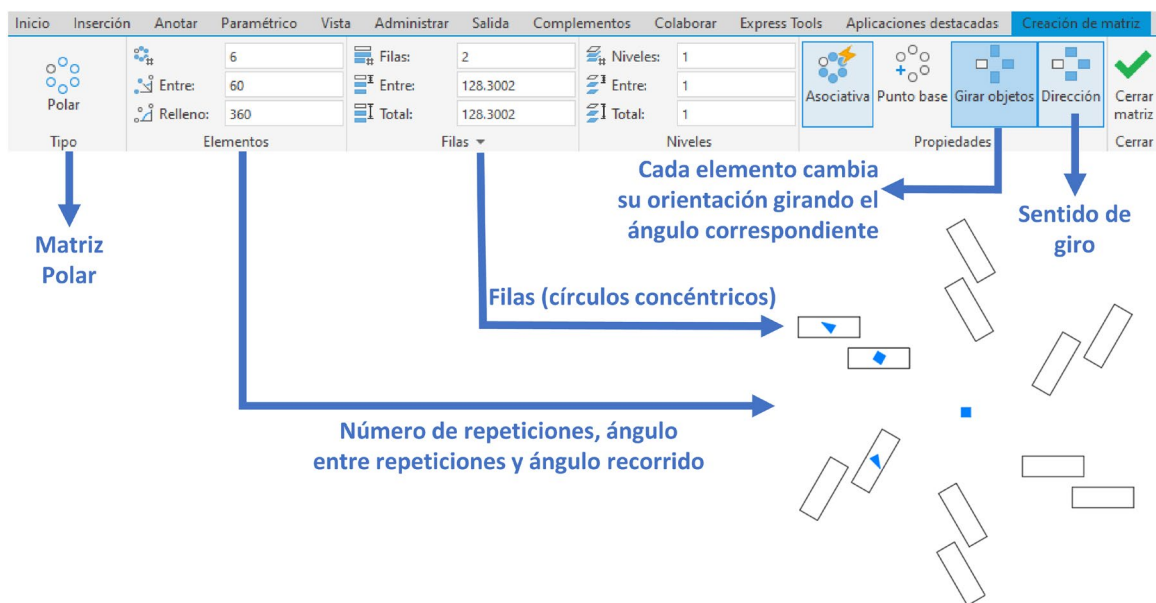

Figura 4.6. Matriz circular.
- **Matriz polar (o circular):** repite objetos de forma circular (Figura 4.6):